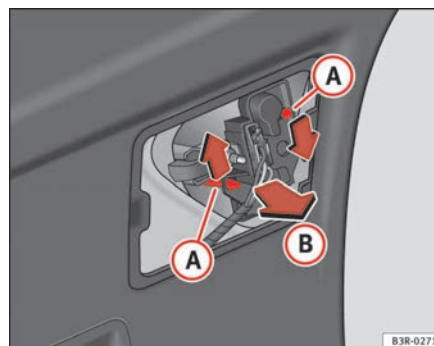

Fig. 228 Desmontar o porta-lâmpadas
- Faça pressão sobre as linguetas A ⇒ página 290, fig. 228 no sentido das setas e extraia o porta-lâmpadas puxando no sentido indicado pela seta B.